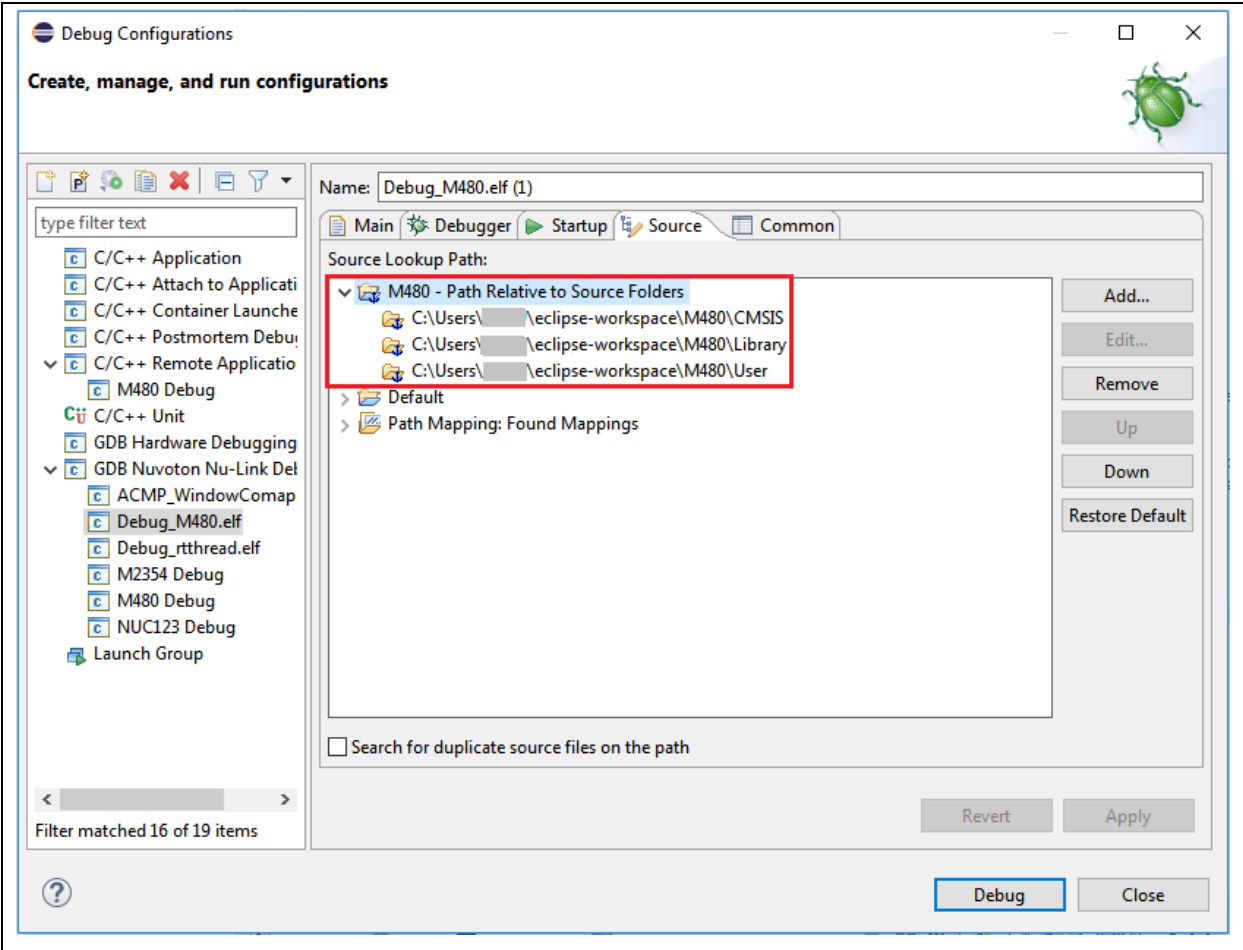

图 4-31 添加源码查找路径
6. 添加相对于源码文件夹的源码查找路径（请参阅图 4-31）。